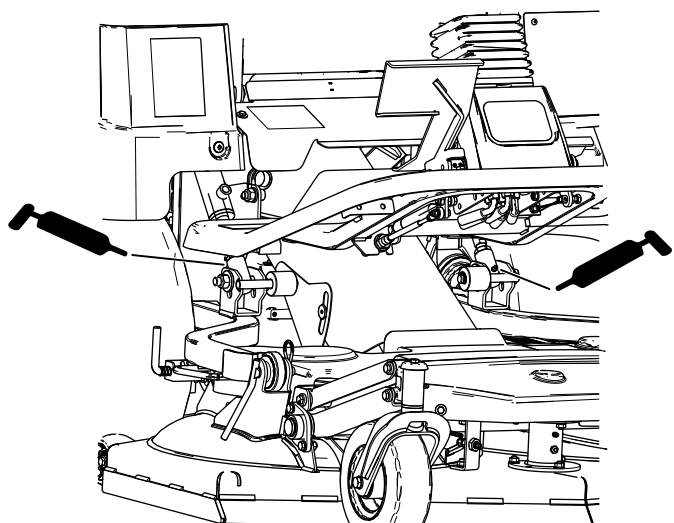

Figure 39
- Points de pivot des bras de levage de l'unité de coupe (Figure 39).